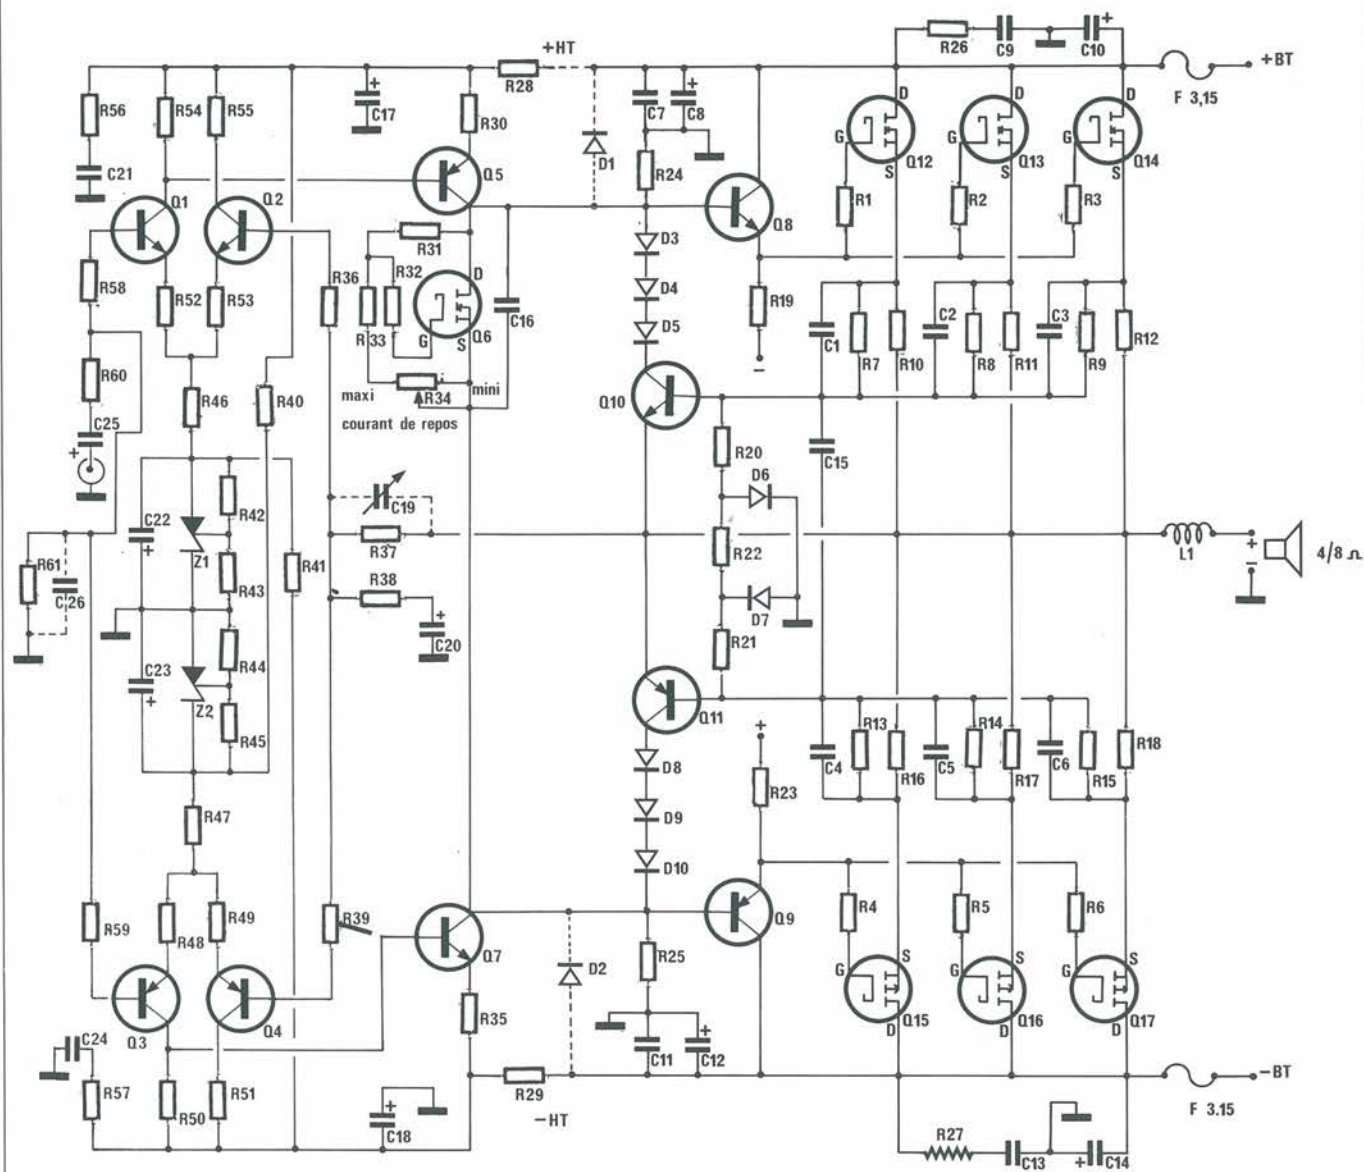
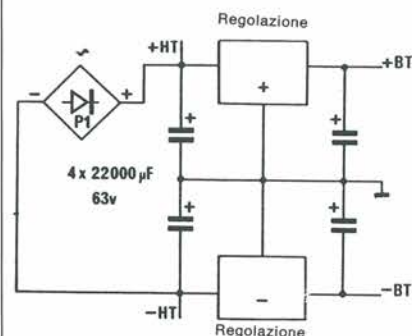

Figura 1. Schema di principio dell'amplificatore.
Figura 6. Soluzione migliore.
È illustrato in Figura 1 e ci è costato parecchia fatica, tanto è vero che iniziamo l'analisi dallo stadio finale, equipaggiato con HEXFET complementari in controfase e triplo parallelo.
Anche se risulta evidente dalla Figura 1 che si potrebbero sostituire i transistori HEXFET con Darlington da 140 V e il
Come protezione, è stata infine utilizzata la coppia 2N2222/2N2907, la cui robustezza rende inutile la presenza di R22 sullo schema di Figura 1.
In Figura 6 è illustrato lo schema di alimentazione c.c. che riteniamo migliore, con 4 elettrolitici disaccoppiati mediante regolatori. I condensatori d'uscita non de-
- La relativa precisione delle tensioni applicate all'amplificatore riduce le variazioni di polarizzazione dei transistori a bassa frequenza di Figura 1, ovvero gran parte delle distorsioni dinamiche, limitando anche le distorsioni dovute agli errori in modo comune.
Consigliamo dunque di preferire la soluzione della Figura 6, anche sacrificando alcuni watt per aumentare la precisione e l'affidabilità dei watt restanti. Il telaio qui presentato permette di montare indifferentemente le alimentazioni delle Figure 4, 5 e 6, e anche di passare gradualmente ai livelli superiori quando le finanze lo permettono.
La soluzione stabilizzata offre quattro diversi potenziali che il circuito di Figura 1 permette di collegare a ciascun amplificatore (+/- BT e +/- HT) disponendo i diodi D1 e D2 in posizione verticale. L'altra possibilità consiste nel prelevare soltanto +/- BT e nel sostituire questi diodi con i ponticelli punteggiati (orizzontali sulla stessa Figura 1).
La scheda dell'amplificatore è stata progettata e collaudata in tutte le condizioni possibili, e infine la preferenza è andata alla versione stabilizzata (Figura 6) con i ponticelli (Figura 1) che, secondo il nostro parere, è più compatibile con i componenti scelti.